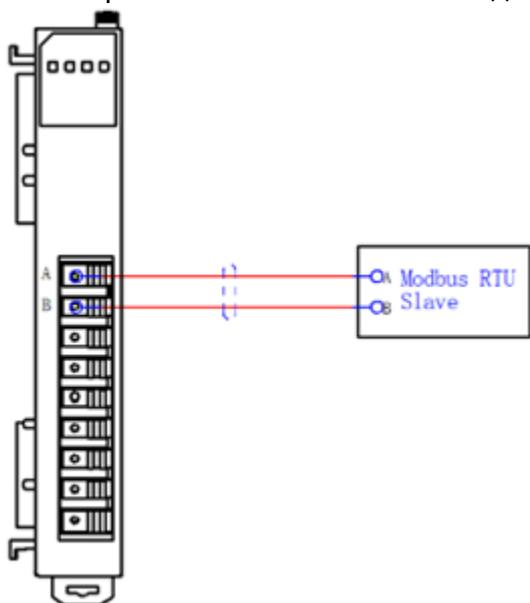

Рисунок 4-23. Схема подключения модуля SM632114
- На рис. 4-23 показана схема подключения модуля SM632114.